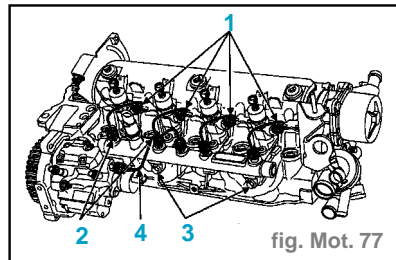
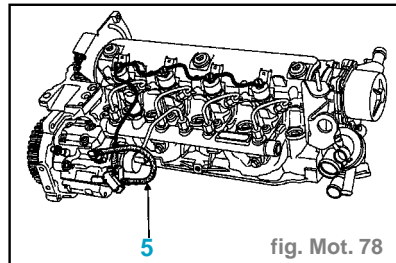

fig. Mot. 77
fig. Mot. 78
- Serrer tous les raccords des tuyaux HP d'injection (côté injecteurs (1) puis côté rampe d'injection (2)). (fig. Mot. 77)
- Serrer le tuyau HP pompe/rampe (4).
- Serrer les vis de rampe (3).
- Nota** : Il faut impérativement remplacer le tuyau (5) de retour de carburant placé sur les injecteurs lors de la dépose. (fig. Mot. 78)